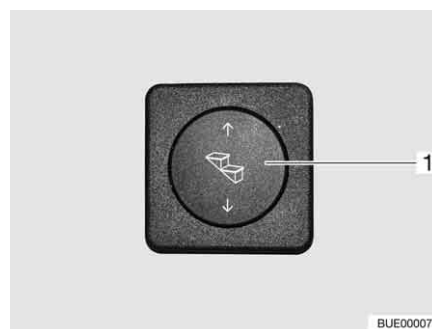

Fig. 4 Pulsante per il comando dello scalino di ingresso
- Estrazione:** ■ Premere in basso il pulsante basculante (Fig. 4,1) e tenerlo premuto (almeno 3 secondi), fino a che lo scalino di ingresso è stato completamente estratto.
- Inserimento:** ■ Premere in alto il pulsante basculante (Fig. 4,1) fino a che lo scalino di ingresso è completamente inserito.